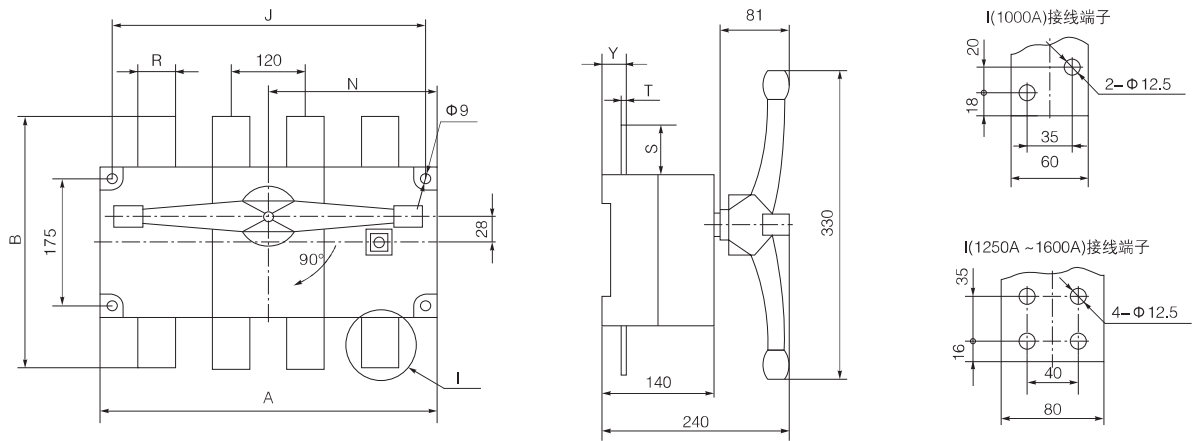

图3: CFH1-1000A ~ 1600A柜内操作外形尺寸及安装尺寸
• CFH1-1600A负荷-隔离开关外形尺寸及安装尺寸见图3~4和表3。